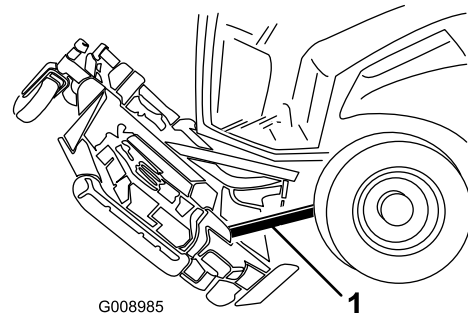

Bild 138
6. Schieben Sie ein Holz zwischen die Rückseite des Mähwerks und die Maschine (Bild 138).